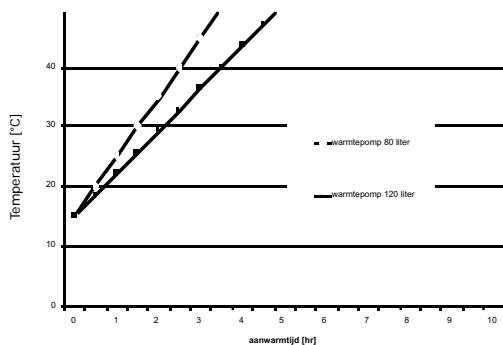

Fig. 5 Aanwarmtijden
- de grafiek met aanwarmtijden (fig. 5).